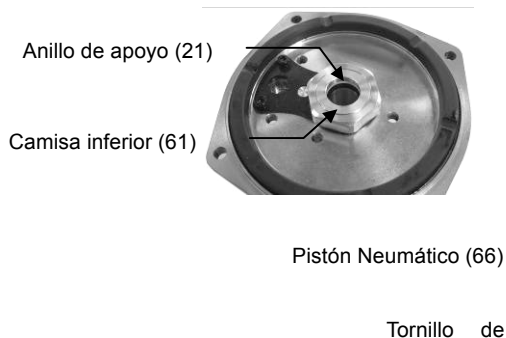

Fig. 5
9. Empujar el montaje del Pistón Neumático (66) en la Camisa Inferior (61) hasta un recorrido intermedio de modo que salgan el aceite hidráulico sucio y burbujas por el tornillo de relleno (53). Sujetar el montaje del Pistón Neumático hasta que no sale más aceite ni burbujas. (Fig. 5)
10. Apretar ligeramente el tornillo de relleno (53) y retirar el montaje del Pistón Neumático (66).